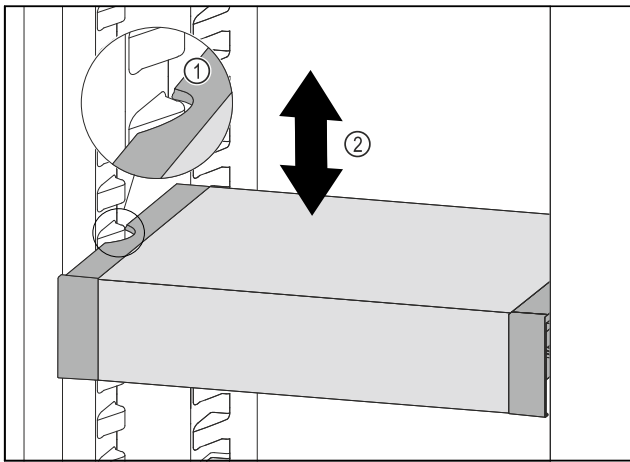

Fig. 75
- ▶ VarioSafe ťahajte dopredu, dokým sa bočné vybrania VarioSafe nebudú nachádzať vo výške rebra nádoby v chladničke. Fig. 75 (1)
- ▶ VarioSafe v chladničke presúvajte nahor alebo nadol, dokým sa dosiahne požadovaná výška. Fig. 75 (2)